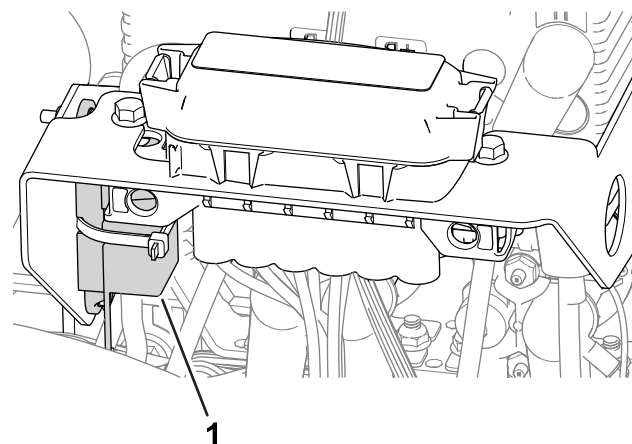

図 45
- 左ホイールモータのヒューズ60 Aは、マシン左側のカバーの下、リール駆動回路用ヒューズの近くにありません 図 45。